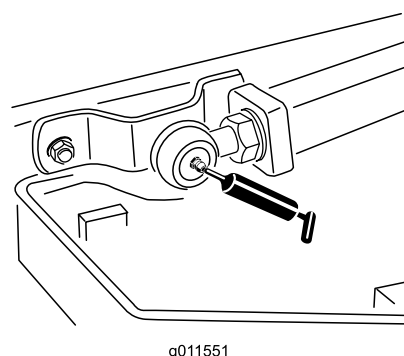

Figure 45
- 2 rotules de bras de levage (Figure 45)